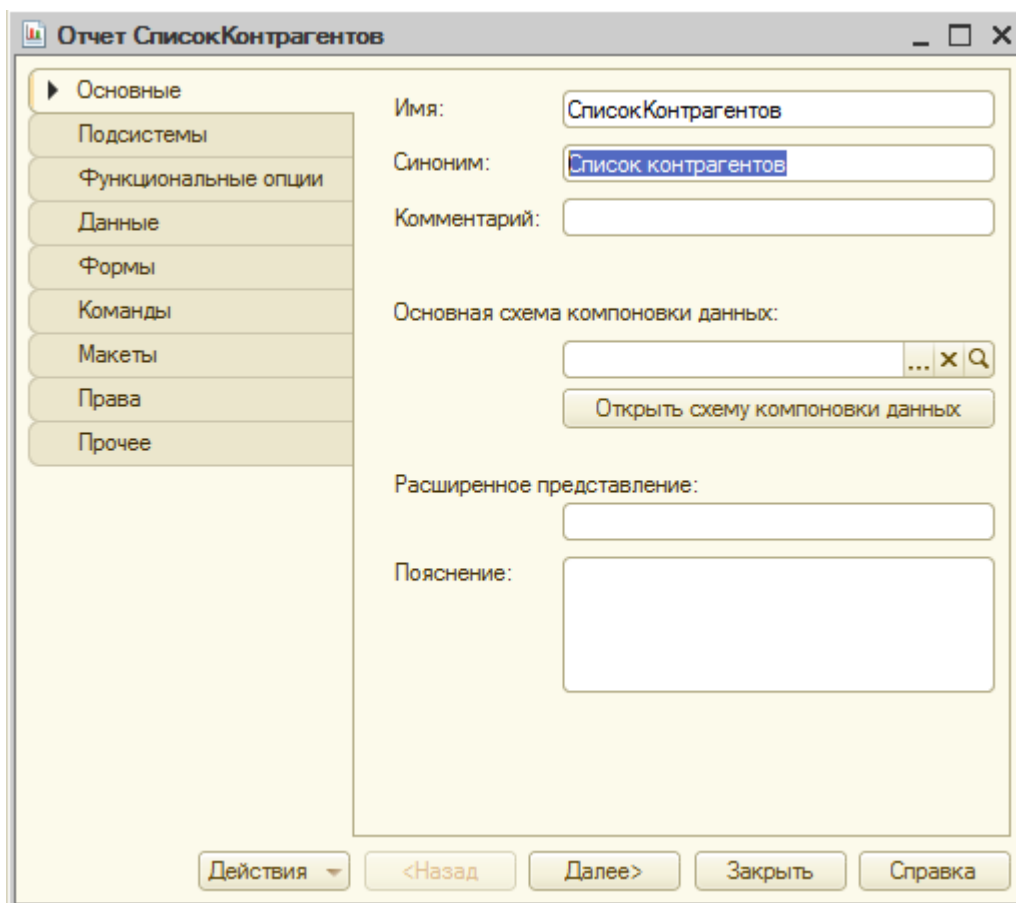

Рисунок 9.1- Создание нового отчета
1. Создадим в ветви дерева конфигурации **Отчеты** новый отчет, дадим ему имя **СписокКонтрагентов**, Рисунок 9.1.